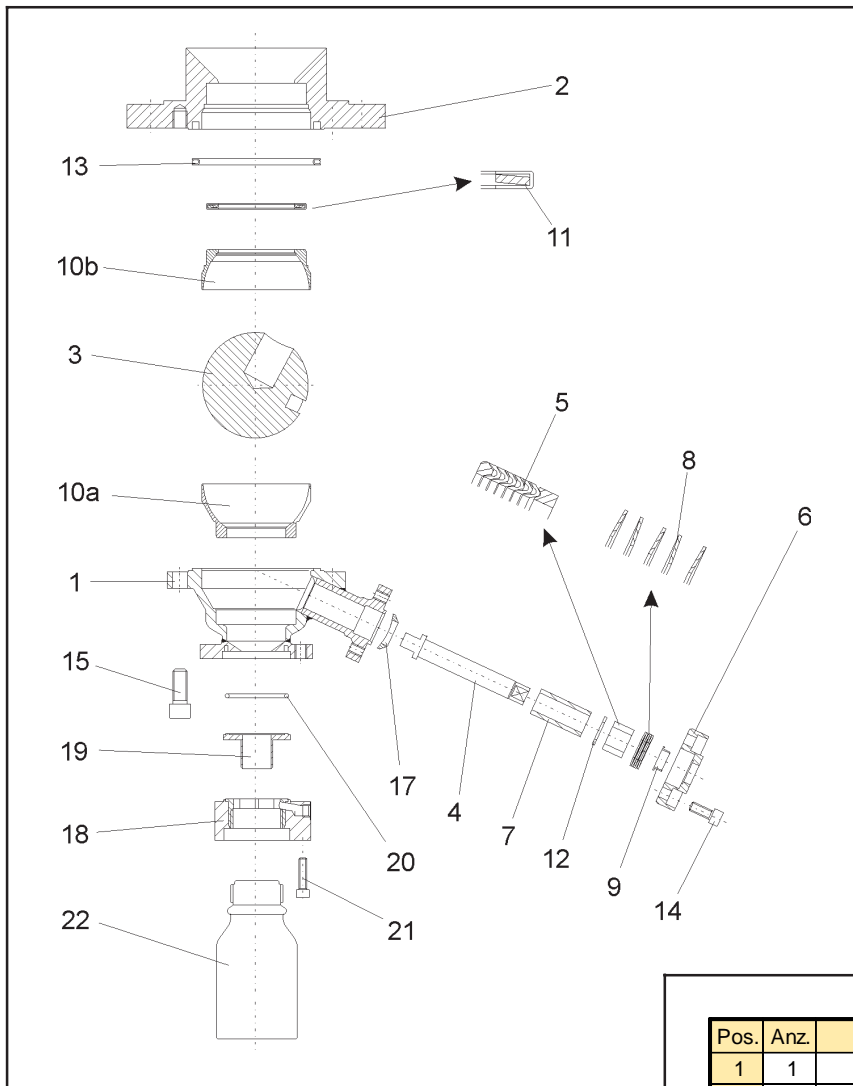

Bild 3 - Explosionszeichnung des Probenehmerhahns BR 27h
Die ummantelte Tellerfeder (11) wird in das Anflanschgehäuse (2) eingelegt. Die Einbaulage der Tellerfeder ist der Explosionszeichnung (Bild 3) zu entnehmen. Der Sitzring (10b) (Stahlgehäusekante scharfkantig) wird auf die Tellerfeder positioniert.
Die Dachmanschettenpackung (5) wird in der Reihenfolge Stahlring, PTFE-Grundring, PTFE-V-Ringe und Stahl-V-Ring zusammen mittels eines geeigneten Hilfswerkzeuges in die Gehäusebohrung eingefügt. Die Anordnung der V-Ringe sind der Explosionszeichnung (Bild 3) zu entnehmen.
Auch die Anordnung der Tellerfedern sind der Explosionszeichnung (Bild 3) zu entnehmen.